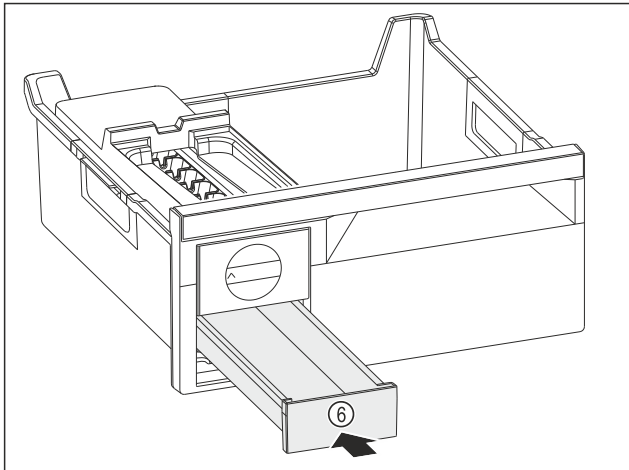

Fig. 109
► Eiswürfelschubfach Fig. 109 (6) einschieben.